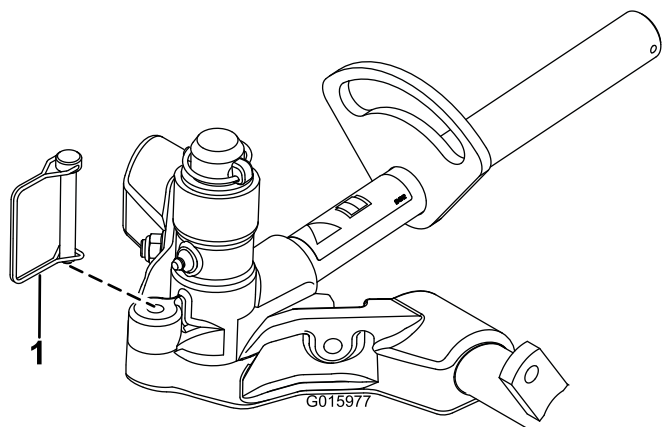

Figure 17
12. Pour verrouiller (fixer) la direction sur les unités de coupe, fixez la chape de pivot au bâti porteur avec la goupille à fermoir (Figure 17).